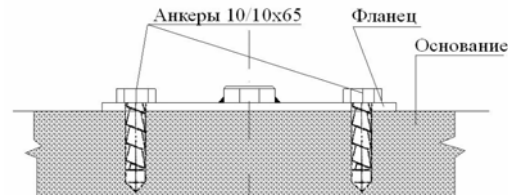

Рис. 2
2. Установите фланец, совместив его центр с точкой отмеченной на основании. Отметьте на основании места расположения анкеров. (См. Рис. 2)